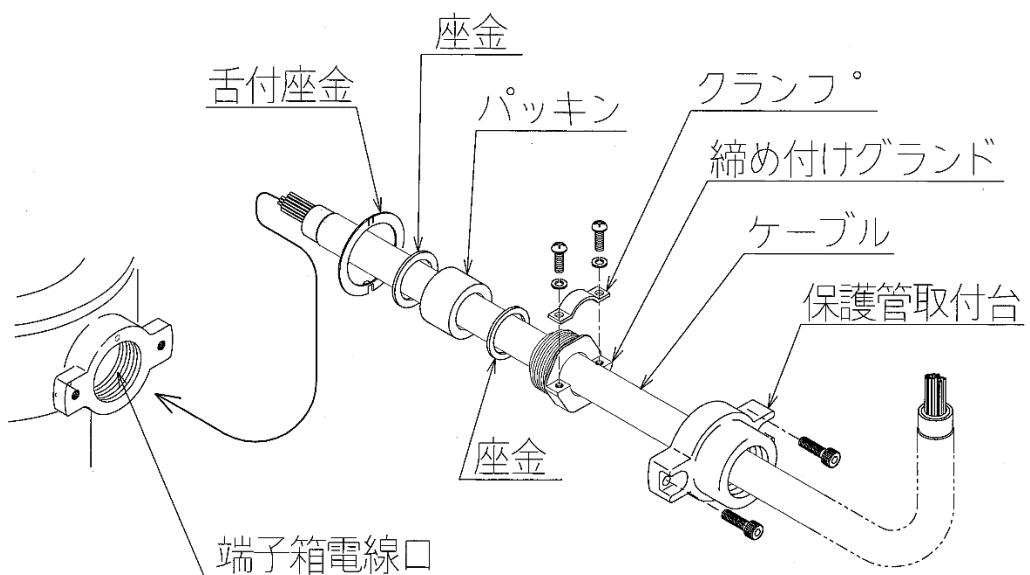
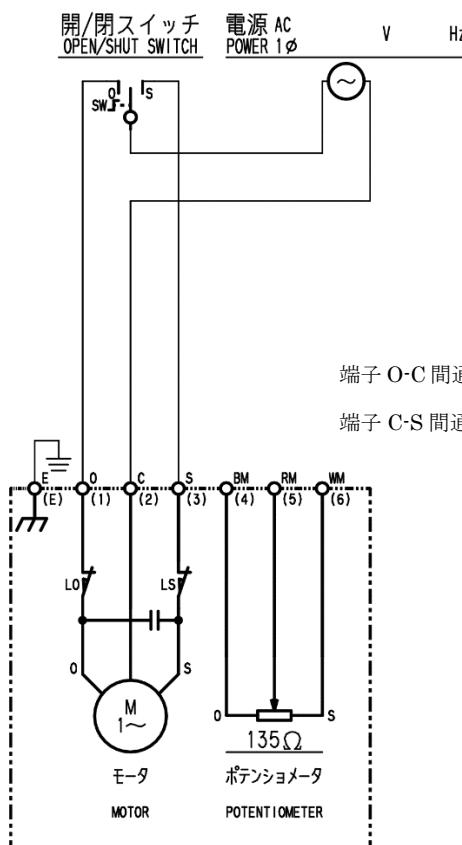

図5：耐圧パッキン式電線口詳細
図 6 : C形 (135Ω) 内部接続図
- (1) 端子箱カバーを取り外します。端子箱と端子箱カバーの間にはOリングが入っていますので、紛失したり傷を付けないように注意してください。
- (2) ケーブルを耐圧パッキン式電線口に通しケーブル先端に圧着端子を取付けます。圧着端子のかしめは適正工具で確実に行ってください。
- (3) ケーブルを図5の様に舌付座金、座金（2枚）、パッキン、締め付けグランドを順番に通します。ケーブルの位置決めをしたらクランプで締め付けグランドにしっかりと固定します。
- (4) 締め付けグランドを端子箱電線口にスパナを用いて止まるまでしっかりとねじ込みます。
- (5) 舌付座金は締め付けグランドの緩み止めです。あらかじめ折り曲げてある片方の舌を端子箱側の穴に入れてください。他方は締め付けグランドの六角面に沿って折り曲げます。
- (6) 図6、7に制御動作B及びCの標準接続図を示します。特殊仕様の場合、本図通りでは無いことがありますので、接続図や仕様書で確認してください。
- (7) 端子台への接続は、プラスドライバーの2番を使用し確実に行ってください。
- (8) 配線終了後、Oリングの挟み込みに注意して端子箱カバーを取付けてください。